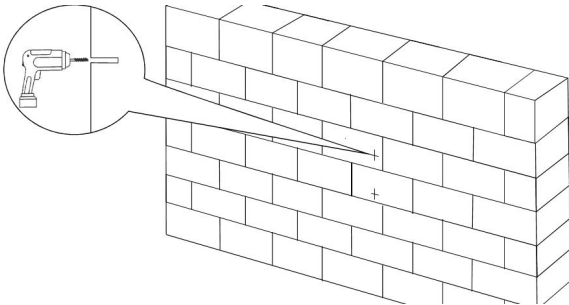

Fig.3: Montaje
Paso 2: Marque y taladre 2 orificios que correspondan al orificios de montaje en el soporte de pared (Fig. 3).